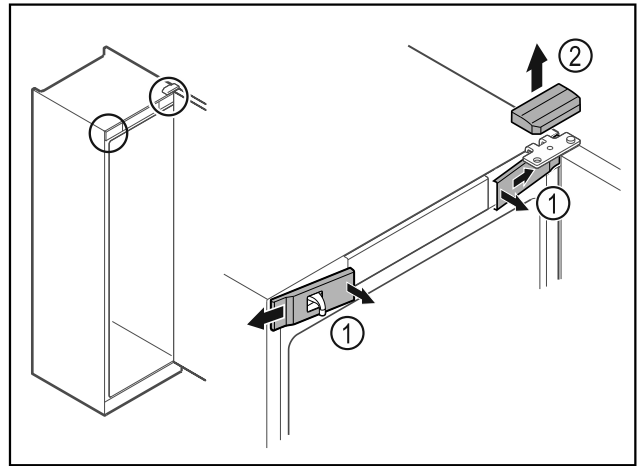

Fig. 15
- Vordere Abdeckungen Fig. 15 (1) innen ausrasten und zur Seite abnehmen.
- Obere Abdeckung Fig. 15 (2) nach oben abnehmen.